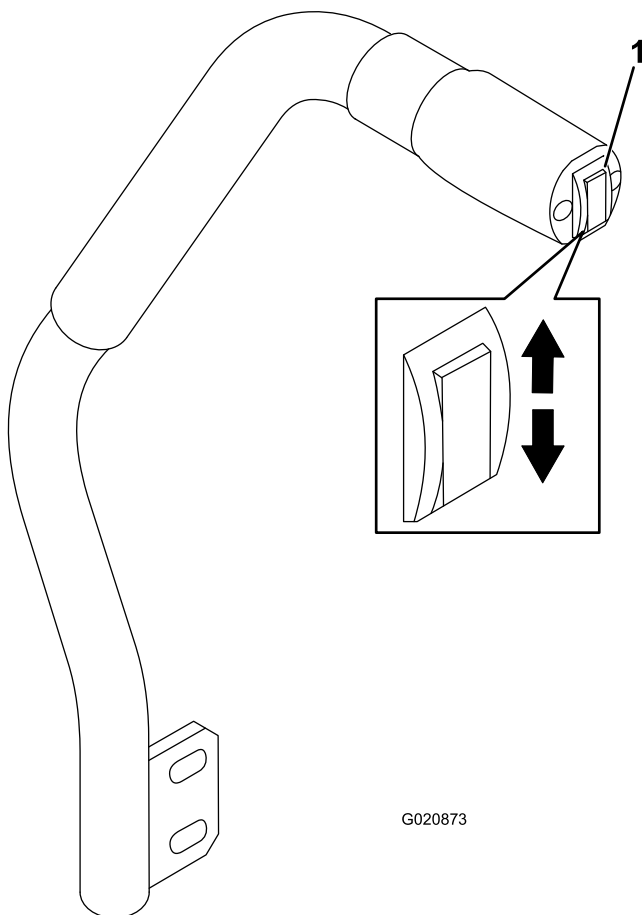

Figure 23
Cette commande permet de lever et d'abaisser l'unité de coupe (Figure 23). Ce levier est uniquement disponible lorsque le moteur est en marche.
- Pour abaisser l'unité de coupe, appuyez sur le bas de la commande (Figure 23).
- Pour lever le tablier de coupe, appuyez sur le haut de la commande (Figure 23).
1. Lorsque le moteur tourne, repoussez la commande de levage du tablier de coupe vers le haut jusqu'à ce que le tablier soit complètement levé puis **relâchez immédiatement la commande** (Figure 23).